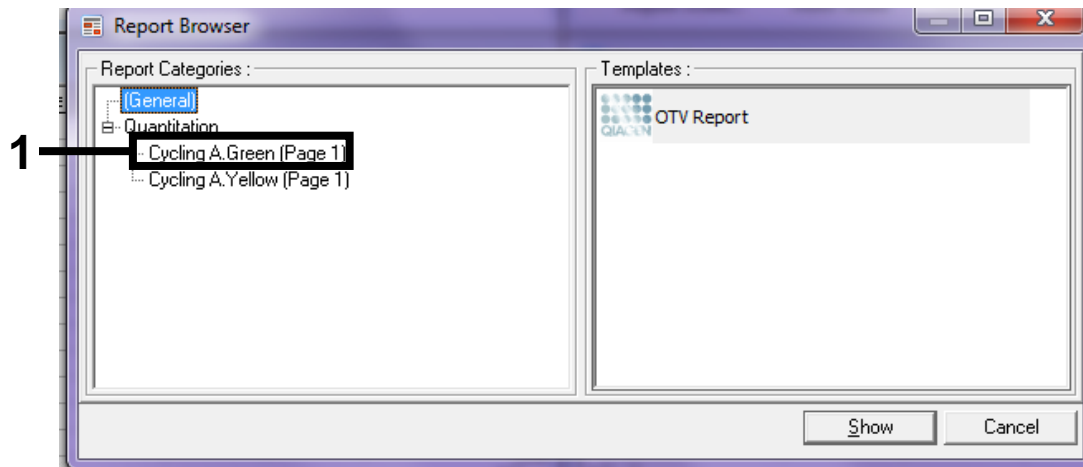

Abbildung 37. Berichtansicht [1 = Schaltfläche „Cycling A. Green (Page 1)“ (Zyklus A. Grün [Seite 1])]
9. Klicken Sie in der Berichtansicht unter „Report Categories“ (Berichtskategorien) auf „Cycling A. Green (Page 1)“ (Zyklus A. Grün [Seite 1]) (siehe Abbildung 37).